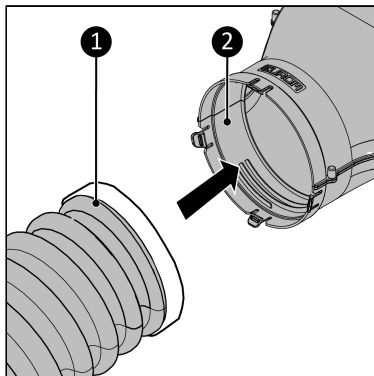

Figure 208.
- Avec un système à déclic, pour un tuyau avec un collier (Figure 208, pos. 1).
1. Insérez le tuyau de l'air conditionné (Figure 208, pos. 1) dans le corps principal (Figure 208, pos. 2).